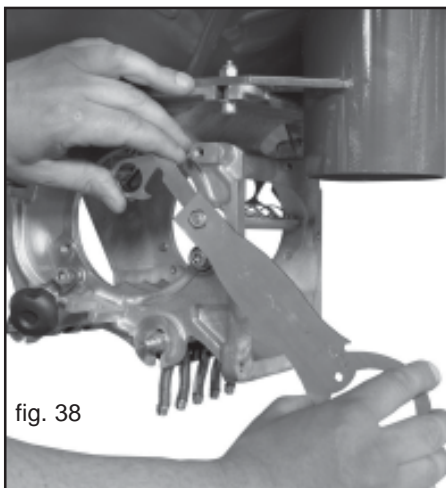

fig. 38
- 3) Stopmuttern M8 beidseitig mit dem beiliegenden Universalschluessel soweit loesen. (Fig. 38).